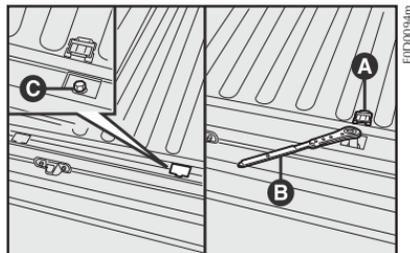
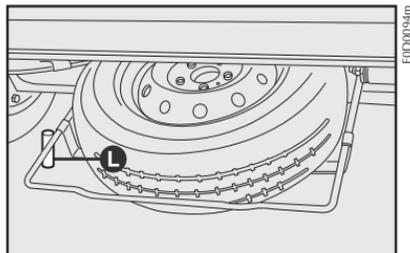
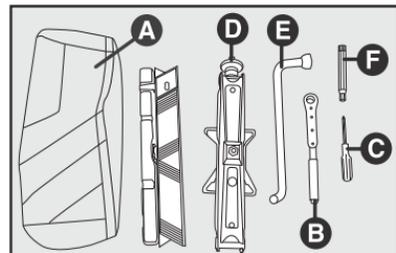

fig. 3
fig. 4
fig. 5
- deixar à mão a bolsa de ferramentas **A-fig. 5**;
- retirar os tampões de plástico **A-fig. 3**;
- soltar com a chave catraca **B-fig. 3** e **5** e o prolongamento **F-fig. 5**, os dois parafusos **C-fig. 3** que se tornam visíveis;
- desencaixar o suporte da roda utilizando a chave **E-fig. 5** introduzida na sede **L-fig. 4** existente no lado esquerdo do suporte. Forçar um pouco para cima para possibilitar a retirada dos ganchos que sustentam o suporte da roda.
3) Girar a luva **D-fig. 5** para abrir parcialmente o macaco.
5) Introduzir na luva o prolongamento **F-fig. 5** e depois a chave catraca **B** e levantar o veículo até que a roda se levante alguns centímetros do chão.
- recolocar o macaco, o triângulo de segurança e as ferramentas na bolsa **A-fig. 5** e guardá-la sob o banco do lado direito da ca-bine.